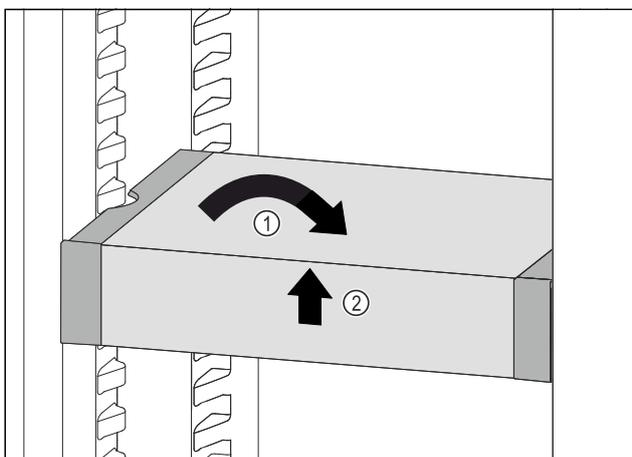

Fig. 70
- ▶ Установите VarioSafe прямо. Fig. 70 (1)
- ▶ Приподнимите VarioSafe спереди. Fig. 70 (2)